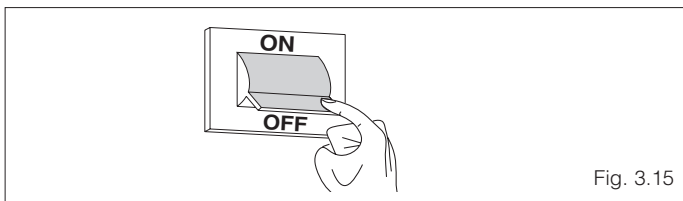

Fig. 3.15
- Prima di iniziare lo svuotamento dell'impianto togliere l'alimentazione elettrica alla caldaia posizionando l'interruttore generale dell'impianto e quello del pannello di comando su "spento" (fig. 3.15)